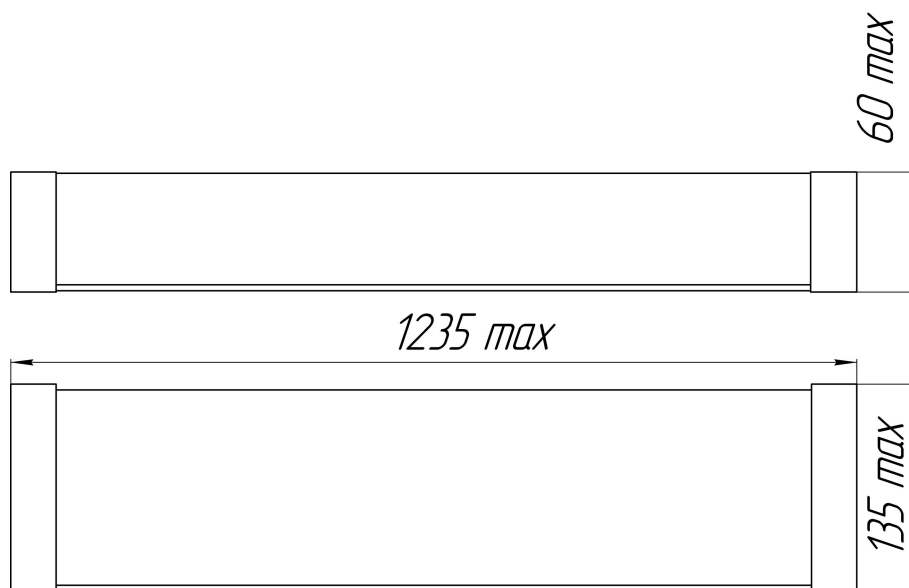

Рисунок 1
1.4.1. Светильник состоит (см. Рисунок 1) из корпуса, изготовленного из металла, который является несущим элементом светильника, защитного стекла, светодиодных полупроводниковых модулей, источника питания и контактного устройства.